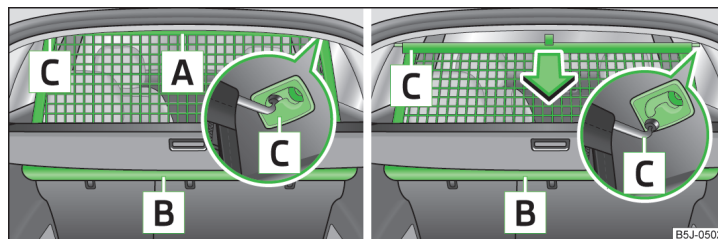
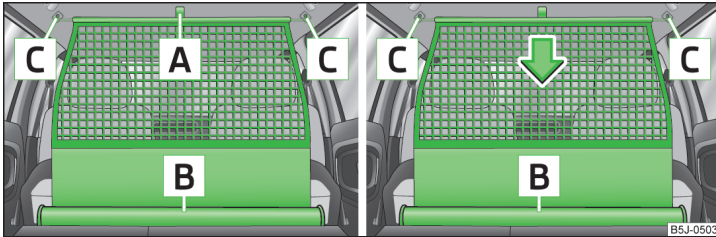

Abb. 70 Netztrennwand herausziehen / aufrollen
Abb. 71 Netztrennwand herausziehen / aufrollen
- Sich überzeugen, dass die Querstange in den Aufnahmen **C** » Abb. 70 auf Seite 77 bzw. » Abb. 71 auf Seite 78 in der vorderen Stellung eingesteckt ist!
- › Die Netztrennwand an der Lasche **A** » Abb. 70 aus dem Gehäuse **B** in Richtung der Aufnahmen **C** ziehen.
- › Die Querstange erst auf der einen, dann auf der anderen Seite etwas nach hinten ziehen und aus den Aufnahmen **C** » Abb. 70 nehmen.
- › Die Netztrennwand an der Lasche **A** » Abb. 71 aus dem Gehäuse **B** in Richtung der Aufnahmen **C** ziehen.
- › Die Querstange erst auf der einen, dann auf der anderen Seite etwas nach hinten ziehen und aus den Aufnahmen **C** » Abb. 71 nehmen.